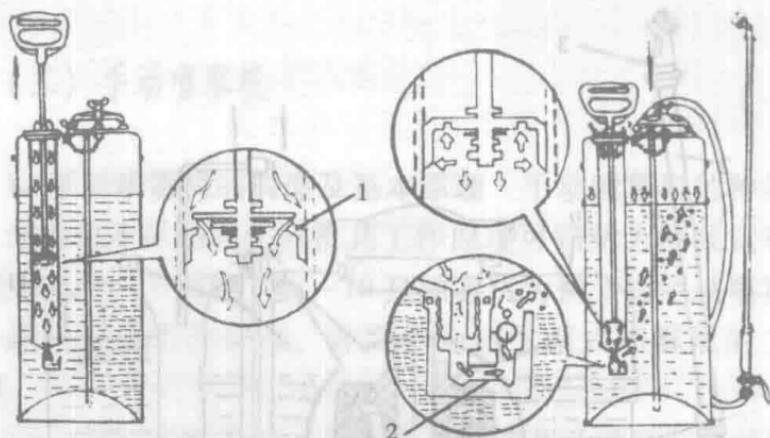

图2 气泵式喷雾机工作原理图
(2) 气泵式喷雾机。该机由药液桶、气泵和喷头组成（图2）。它与液泵式喷雾机的不同点就是不直接对药液加压，而是用泵将空气压入气密药桶的上部（药液只加到水位线，留出一部分空间以贮存压力空气），利用空气对液面加压，再经喷头把药液喷出。气泵可产生400~600千帕的压力，药桶